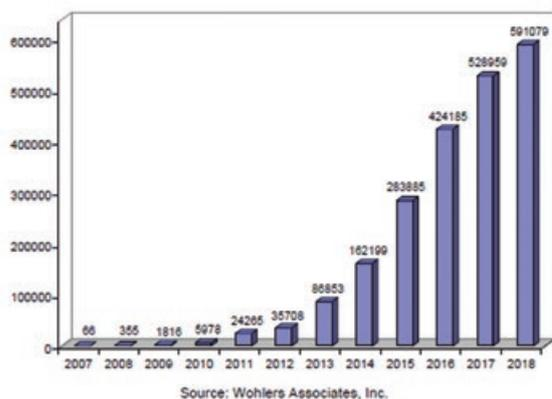

Figura 1. Número de equipamentos de FA vendidos no período de 2007-2018 [1].
As potencialidades das tecnologias de Fabrico Aditivo (FA) para o fabrico de componentes customizados e com geometrias complexas, levou a que estas estejam em contínua evolução e investigação em termos de materiais e equipamentos, tendo as publicações nesta área crescido de uma forma exponencial. A Figura 1 mostra o crescimento das vendas de equipamentos no período 2007-2018, sendo possível verificar que estamos perante uma área de fabrico de protótipos e peças funcionais que não se pode mais ignorar no projeto e desenvolvimento de novos produtos.